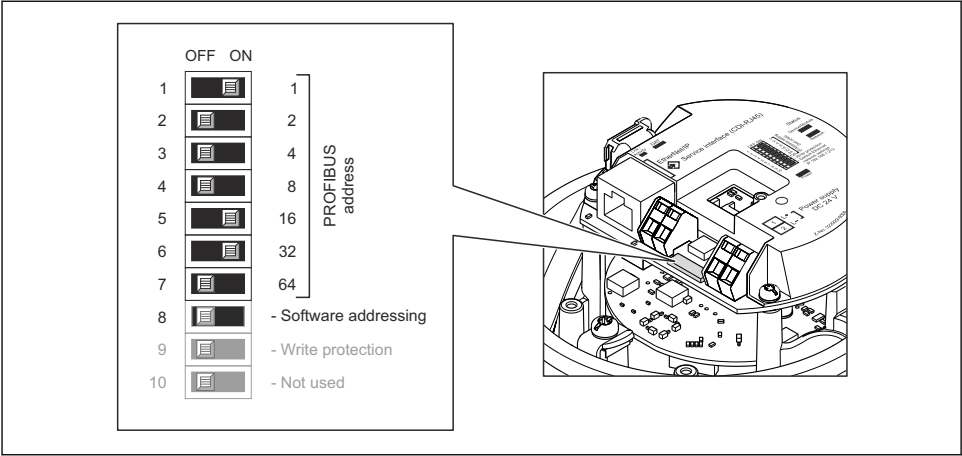

图 14 通过 I/O 电子模块上的 DIP 开关设定地址
- 实例 → 图 14, 图 38: $1 + 16 + 32 = \text{设备地址 } 49$